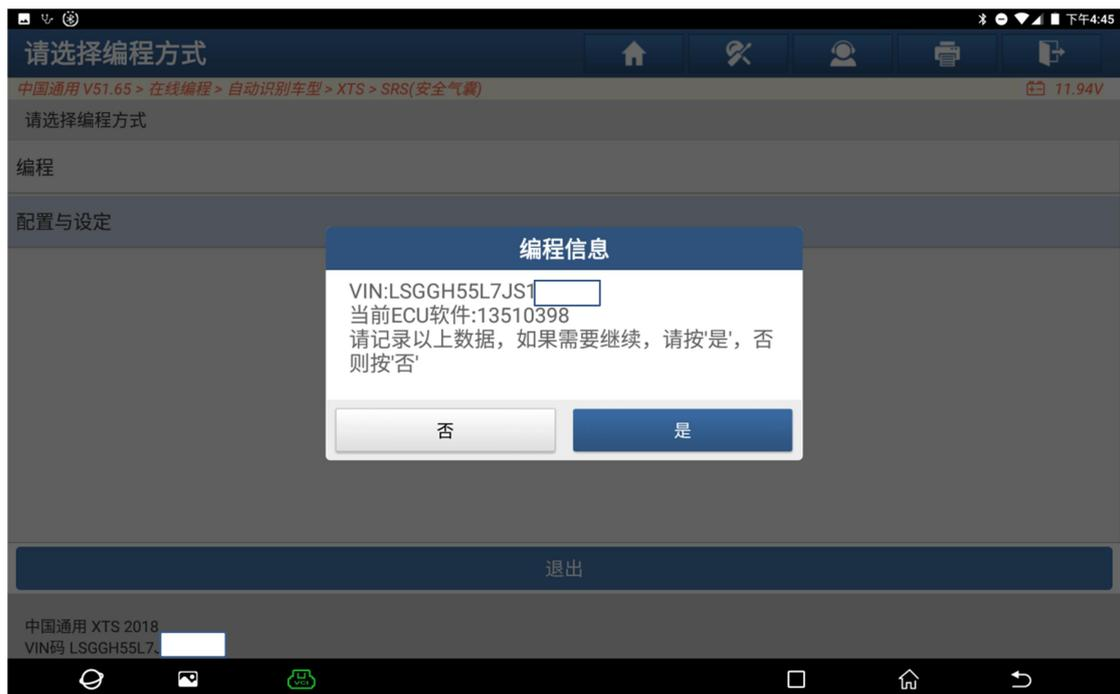

图 7
7. 出现当前 ECU 信息，选择【是】到下一步，如图 7: